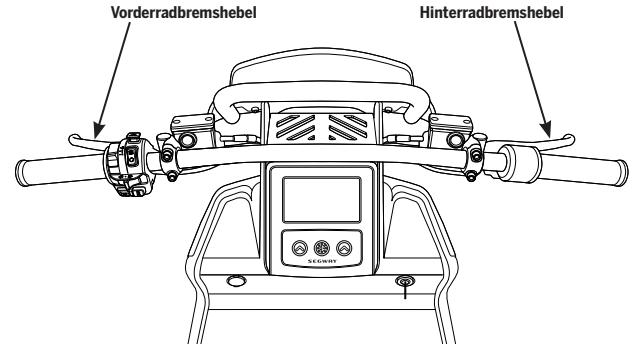

Abbildung 28: Verwenden Sie zum Bremsen **BEIDE** Bremsen
2. Aktivieren Sie die Bremsen sanft und gleichmäßig, indem Sie die Bremshebel anziehen. Passen Sie den Bremsdruck den Erfordernissen der Bremssituation an (**Abbildung 28**). Kürzere, aggressivere Bremsvorgänge erfordern einen höheren Druck auf den Hebel. Längere, langsamere Bremsvorgänge erfordern einen geringeren Druck.